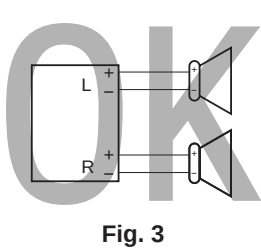

Fig. 3
- Pas de bedrading van de speakers aan, zodat u het apparaat met de speakers kunt verbinden, zoals staat afgebeeld in Fig. 3.
- Als de bedrading van de speakers eruitziet zoals staat afgebeeld in Fig. 3, kunt u het apparaat aansluiten met behulp van de oorspronkelijke speakerbedrading in uw auto.
- Vuelva a efectuar el conexionado de altavoz de manera que pueda conectar la unidad a los altavoces de la manera indicada en la Fig. 3.
- Si el conexionado de altavoz de su automóvil es como se indica en la Fig. 3, podrá conectar la unidad utilizando el conexionado de altavoz original de su automóvil.
- Rifare il cablaggio delle casse in modo d poter collegare l'apparecchio alle casse come illustrato nella Fig. 3.
- Se il cablaggio delle casse sulla vettura risulta come illustrato in Fig. 3, si può collegare l'apparecchio usando il cablaggio per casse originale presente in vettura.